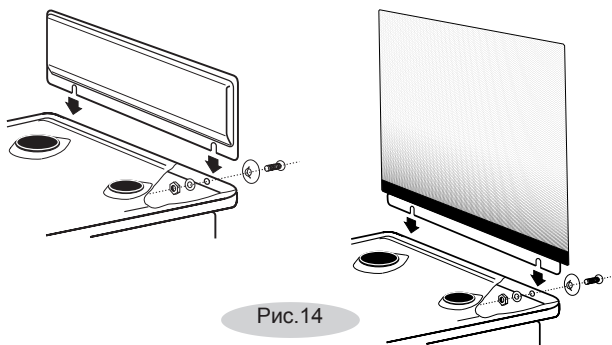

Рис.14
- Перед установкой плиты закрепите щиток (при наличии) (рис. 14). Для этого: